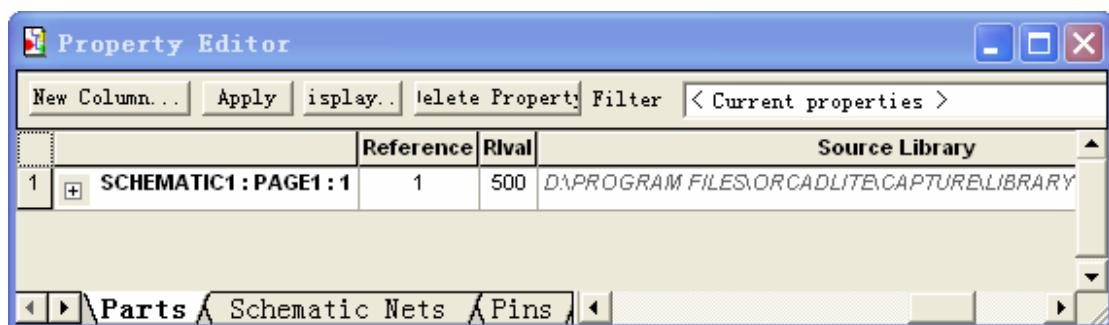

图 3.4.4: PARAM 元件的 Property Editor 窗口，显示新创建的 RLval 列
- 4) 你将注意到新列 RLval 已经被创建了。在 RLval 的下面输入电阻的初始值：让它为 500，如图 3.4.4。